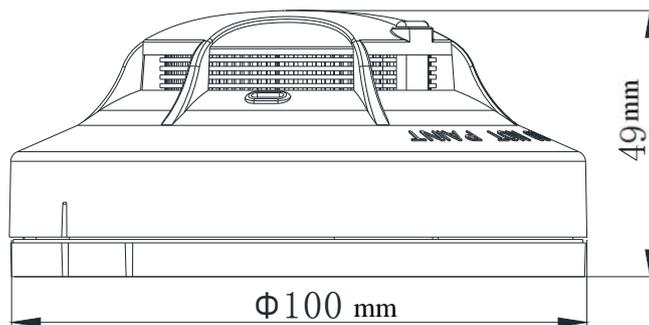
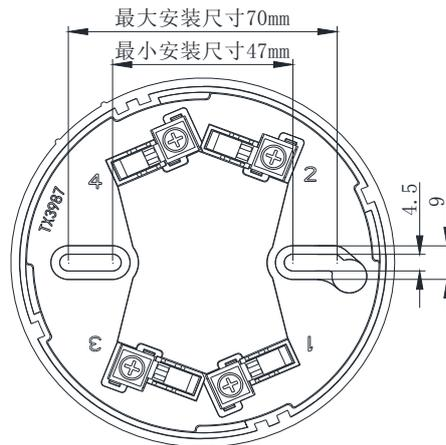

图 1： JTY-GF-TX3101A 外形尺寸
图 2: TX3987 底座安装尺寸
1. 探测器的外形尺寸及安装尺寸示意图如图 1、图 2 所示